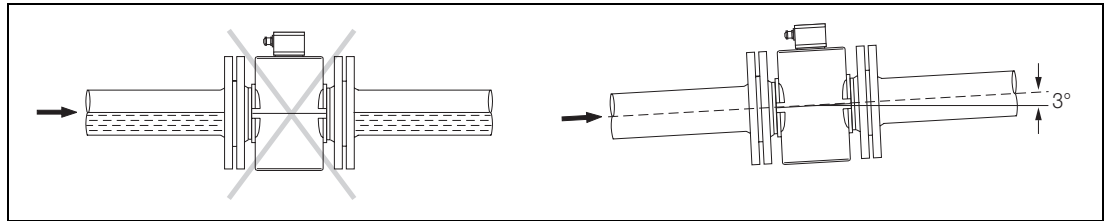

Abb. 9: Einbau in einer horizontalen Leitung
- Leichte Steigung der Leitung zur Entgasung siehe Abb. 9